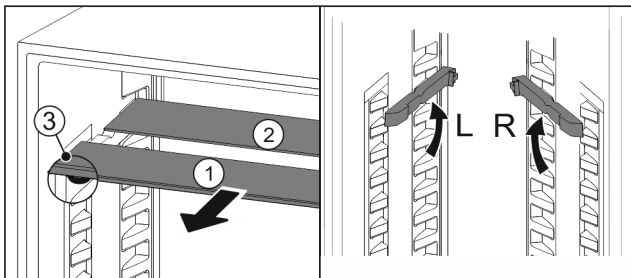

Fig. 89
- ▶ Glasplatten einzeln nach vorne herausziehen Fig. 89 (1).
- ▷ Glasplatte Fig. 89 (1) mit Zierleiste liegt vorne.
- ▷ Stopps Fig. 89 (3) zeigen nach unten.